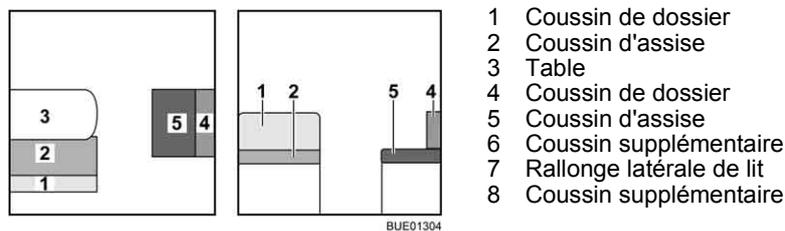

Fig. 121 Avant la transformation
- Convertir la table (Fig. 121,3) en sommier de lit (voir paragraphe 6.10).
- Enlever le coussin de dossier (Fig. 121,1) et le placer de côté.